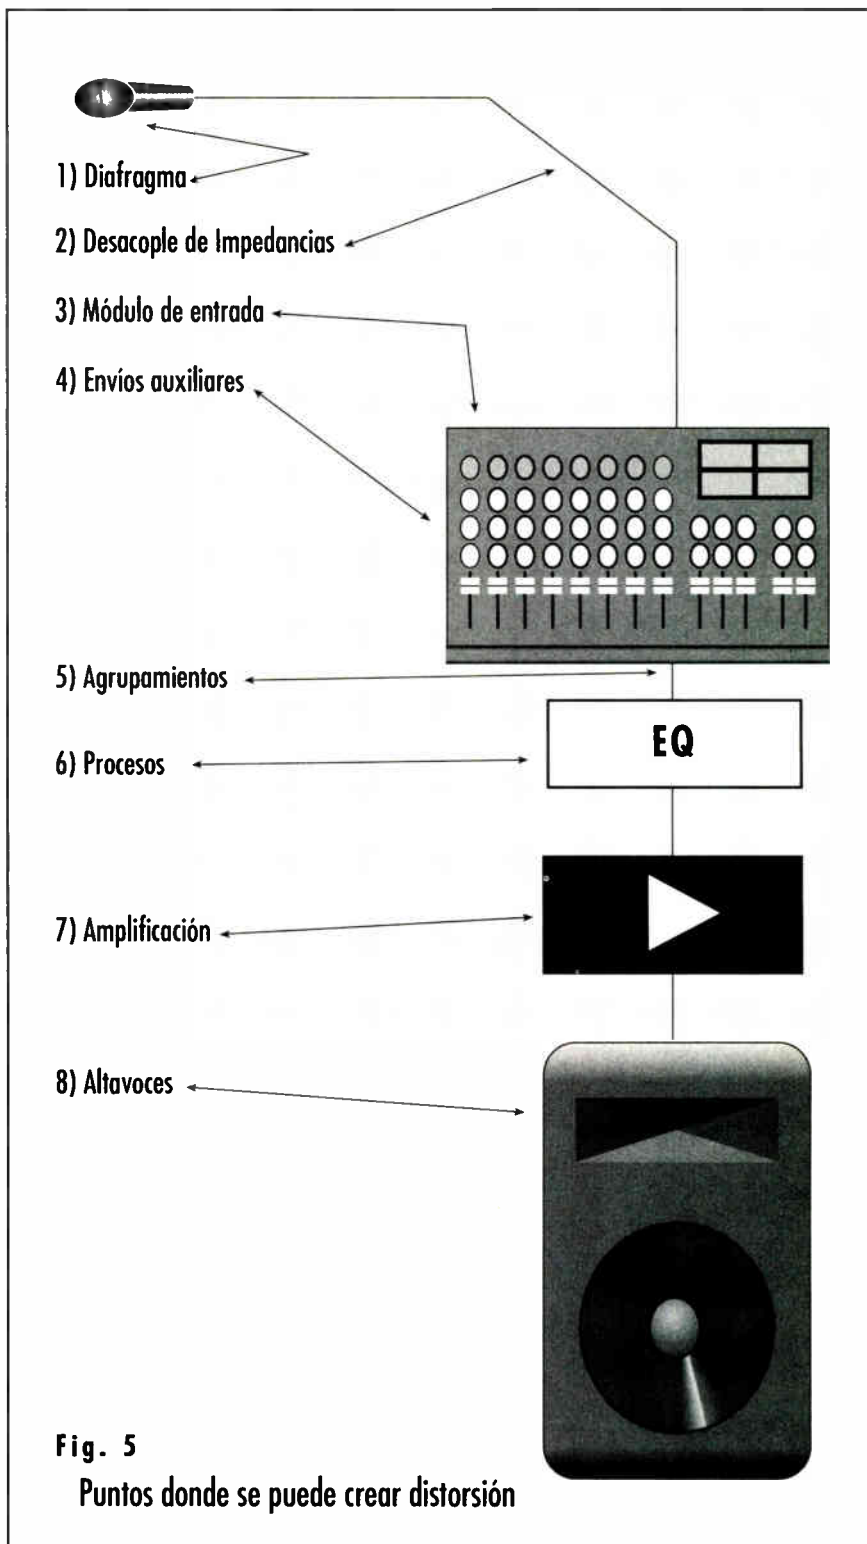

Fig. 5
8. En los altavoces, al sobrepasar su capacidad de rendimiento, haciendo que superen su máxima excursión mecánica posible o su límite de disipación térmica, al enviarle frecuencias más bajas o más altas que las que pueden reproducir, o mayor potencia que la que pueden manejar (Fig. 5).